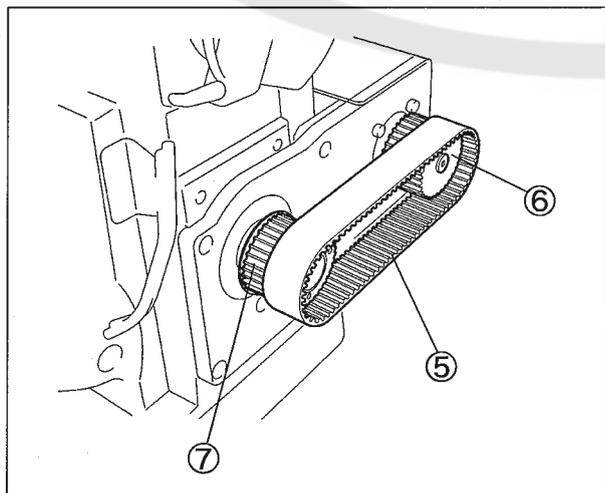

図 12
3. プーリ(前)⑦を回しながらタイミングベルト⑤を取外す。(図 12)